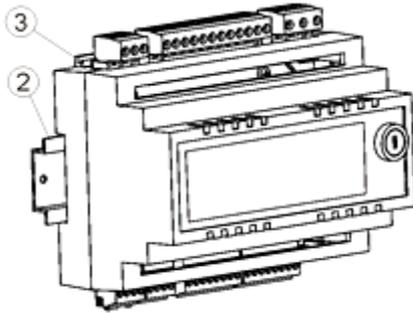

Abb. 1 Montage der Steuerung auf der Schiene: 1- Ausführungsmodul, 2 - Hutschiene DIN TS35, 3 - Haken.
Das Ausführungsmodul ist für die Montage auf einer Standard-Hutschiene TS35 vorgesehen. Die Schiene muss fest mit einer starren Oberfläche verbunden sein. Vor dem Aufsetzen des Moduls auf die Schiene (2) müssen die Haken (3) mit einem Schraubendreher nach oben gehoben werden, Abb. 1. Nach dem Aufsetzen auf der Schiene die Rasten (3) in die ursprüngliche Position drücken. Stellen Sie sicher, dass das